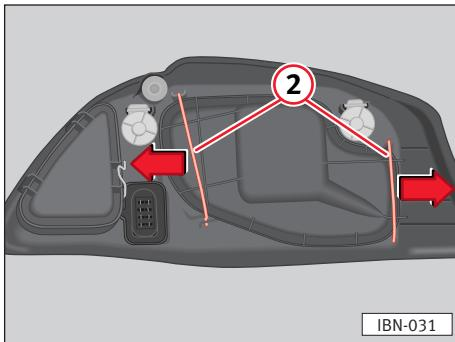

Fig. 148
- Desplazar los tirantes ⇒ **fig. 148 ②** hacia afuera, en el sentido de las flechas y retirar la tapa.